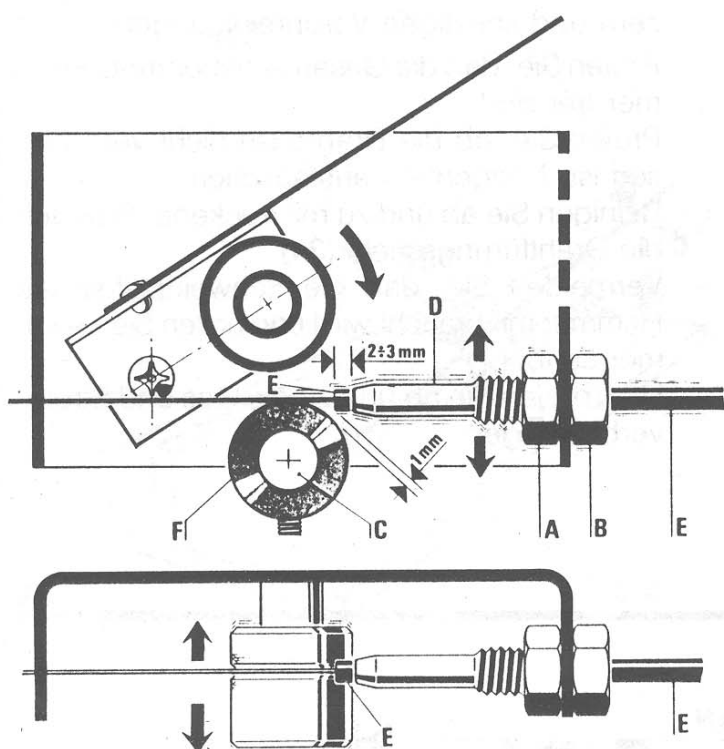

Bild. 3
- Ziehen Sie die Gasdüse ab (32).
- Schrauben Sie die Drahtdüse ab (31).
- Jetzt können Sie die Drahtandruckeinheit (9) auf den Draht anlegen und die Andruckfeder festigen. Beachten Sie bitte, daß der Schweißdraht sich genau in der Rille der Antriebswelle befindet.
- Vor der Inbetriebnahme vergewissern Sie sich, daß der Draht so angebracht wurde wie in Bild 3 gezeigt wird.